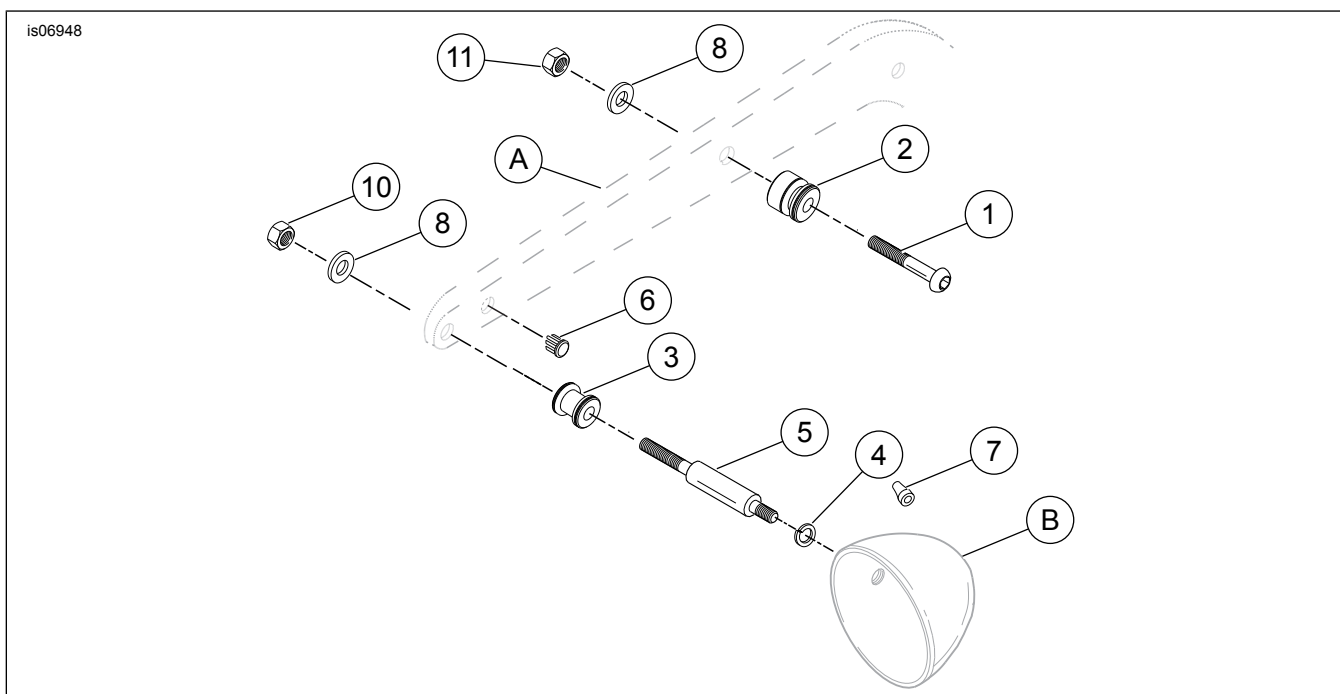

Abbildung 3. Ersatzteile: Befestigungsteilesatz für Dyna-Befestigungsstellen
Siehe Abbildung 3 und Tabelle 1.
3. Siehe Abbildung 3. Die mittlere Schraube von der Schutzblechstütze entfernen. Dies ist die Position der vorderen Befestigungsstelle. Die hintere Befestigungsstelle wird am hinteren Loch der Schutzblechstützenhalterung zusammen mit dem Blinker montiert.
4. Die angesenkte Stelle der vorderen Befestigungsstelle (2) so anbringen, dass sie nach vorne zur Schutzblechstütze gerichtet ist. Die Schraube (1) durch die Befestigungsstelle (2) in das Schutzblech einsetzen. Dann die Unterlegscheibe (8) und die Sicherungsmutter (11) an der Innenseite des Schutzblechs anbringen. Auf ein Drehmoment von 37 N-m (27 ft-lbs).
- Die Kabel innerhalb des Blinkergehäuses im Abstand von etwa 76 mm (3 in) zur Anschlussstelle der Kabel an der Unterseite der Glühlampenfassung abschneiden. Die Kabelenden, die sich innerhalb der Blinkergehäusestütze (4) befinden, von der Unterseite des Schutzblechs her in den inneren Bereich des Schutzblechs zurückziehen.
- Die 5/16-in-Schraube und die Sicherungsscheibe (6), mit denen der hintere Blinker am Schutzblech befestigt ist, entfernen und entsorgen. Schraube und Unterlegscheibe befinden sich an der Innenseite des Schutzblechs.
- Siehe Abbildung 3. Die Sicherungsscheibe (4) und das hintere Blinkergehäuse auf dem kurzen Gewindeende (5/16-24 x 3/8 in) des Blinkerstiels (5) aus dem Satz einbauen. Sicher anziehen. Vorsichtig vorgehen, um Zerkratzen oder Beschädigen der verchromten Oberfläche der Komponente zu vermeiden.
- Die Kabel durch die Sicherungsmutter (10), Unterlegscheibe (8) und durch das hintere Loch der Schutzblechstütze einführen.
- Den hinteren Befestigungspunkt (3) auf das lange Gewindeende des Blinkerstiels (5) ziehen, sodass die angesenkte Seite des Befestigungspunkts auf die Schutzblechstütze zeigt. Die Blinkerdrähte durch den langen Gewindeabschnitt des Blinkerstiels (5) einführen. Wenn die Kabel im Inneren des Blinkerstiels (5) klemmen, einen Tropfen Flüssigeschirrspülmittel am Ende der Kabel auftragen und die Kabel wieder einsetzen. Übermäßiges Geschirrspülmittel von den Blinkerkabeln abwischen. Den hinteren Blinkerstielf durch das hintere Befestigungsloch in der Hinterradschutzblechstütze und im Hinterradschutzblech einsetzen.
- Die flache Unterlegscheibe (8) und die Sicherungsmutter (10) auf dem Blinkerstielf an der Innenseite des Hinterradschutzblechs anbringen. Von Hand anziehen.
- Den verchromten Stopfen (6) im Schutzblechstützenloch anbringen, durch das die ursprünglichen Blinkerkabel verlegt waren. Damit der Stopfen fest sitzt, müssen die Zinken des Stopfens eventuell etwas auseinander gebogen werden. Um die Zinken auseinander zu biegen, das Kappenende des Stopfens fest halten und die Zinken mit einer Zange einzeln auseinander biegen. Diesen Schritt solange wiederholen, bis der Stopfen fest sitzt.